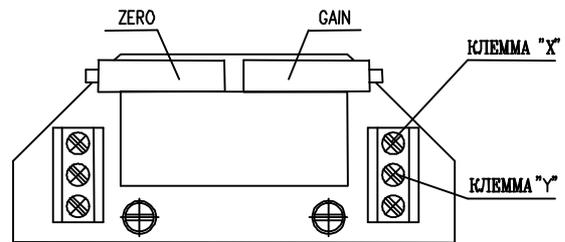

Рис.6
- Установите датчик сопротивления на основании инструкций в предыдущей главе так, что величину сопротивления измеряйте на клеммах X-Y (рис.6).
- Поворачиванием устанавливающего триммера ZERO (рис.6) установите величину выходного сигнала тока, измеряемого на клеммах 81-82, на величину 4 мА.
- Поворачиванием устанавливающего триммера GAIN (рис.6) установите величину выходного сигнала тока, измеряемого на клеммах 81-82, на величину 20 мА.
4.4.2 EPV - 3-проводниковое включение (рис.6)
- Установите датчик сопротивления на основании инструкций в предыдущей главе так, что величину сопротивления измеряйте на клеммах X-Y (рис.6). (употреблен датчик с сопротивлением 2000Ω или 100Ω)
- Поворачиванием устанавливающего триммера ZERO (рис.6) установите величину выходного сигнала тока, измеряемого на клеммах 81-82, на величину 0 мА или 4 мА.
- Поворачиванием устанавливающего триммера GAIN (рис.6) установите величину выходного сигнала тока, измеряемого на клеммах 81-82, на величину 20 мА или 5 мА.